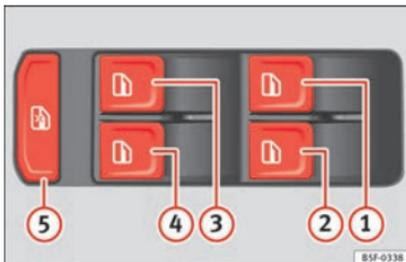

Abb. 97 Detail der Fahrertür: Bedienelemente für die Fenster (Fahrzeug mit 5 Türen und elektrischen Fensterhebern vorne und hinten).
Die Tasten »» **Abb. 97** ①, ②, ③ und ④ weisen zwei Stufen zum Öffnen und zwei zum Schließen des Fensters auf. Dadurch ist es einfacher, die Öffnungs- und Schließvorgänge zu kontrollieren.